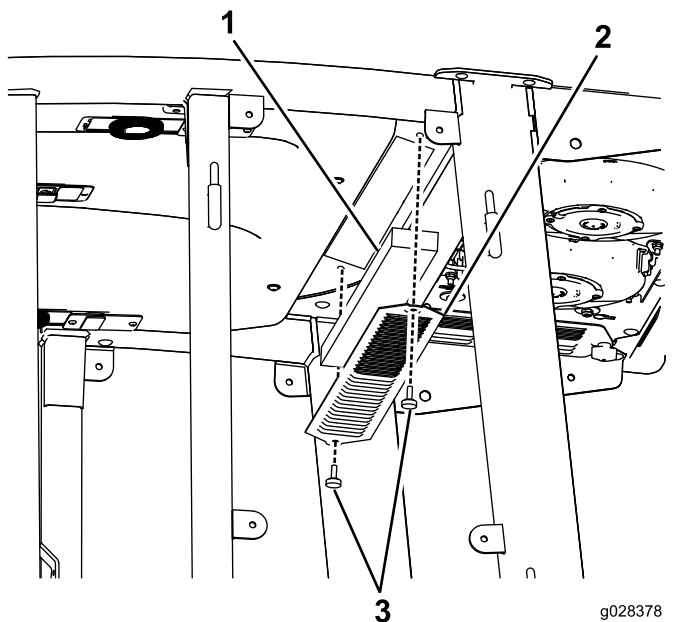
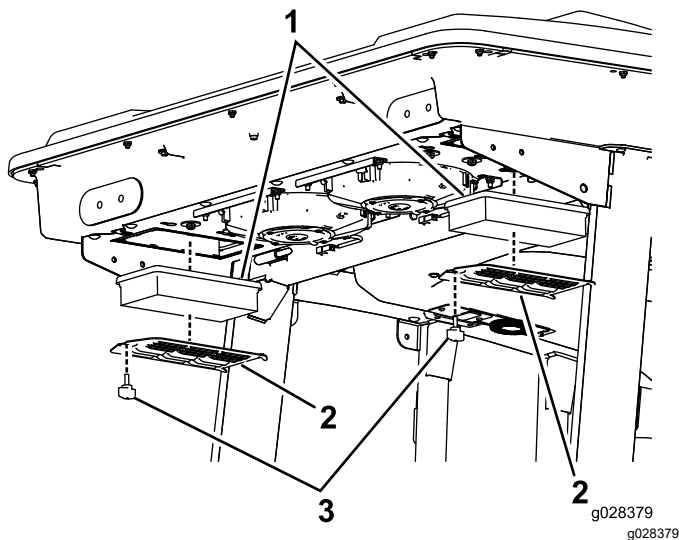
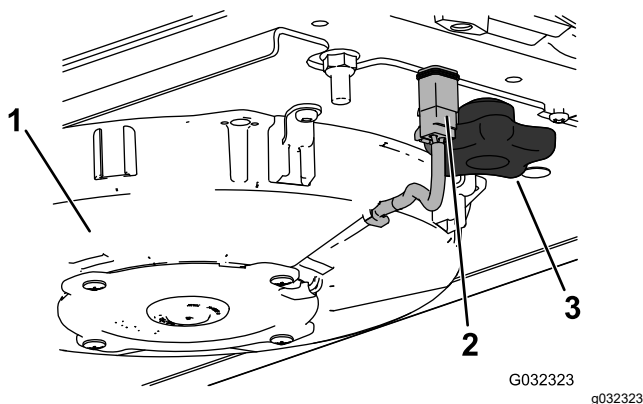
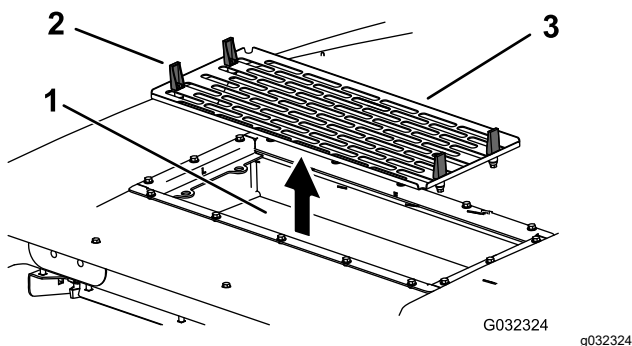

Figura 114
Figura 115
Figura 117
Figura 118
1. Retire los tornillos y las rejillas que cubren el filtro interior y el trasero de la cabina (Figura 114 y Figura 115).
- Retire los filtros de aire (consulte Figura 115).
- Instale los filtros de aire, la rejilla y el conjunto del ventilador (Figura 115, Figura 117 y Figura 118).
- Conecte el cable de cada ventilador (Figura 117).